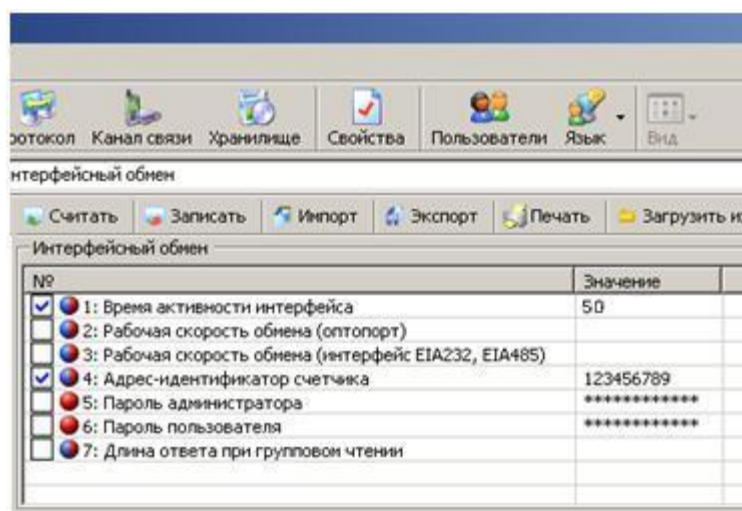

Рисунок 52 – Интерфейсный обмен
- Проверить значения начальной и рабочей скорости через интерфейс, они должны быть равны 9600 бод (5) (см. п. 5.4.3).
- Чтением параметра *«время активности интерфейса»* убедиться, что его значение равно 50 с. (см. рисунок 52).
- Чтением параметра *«адрес-идентификатор счетчика»* (см. рисунок 52) убедиться, что его значение равно 9 последним цифрам серийного номера, без нулей перед значащими цифрами, т.е. если 9 последних цифр заводского номера имеют вид «000000001», то идентификатор равен «1».